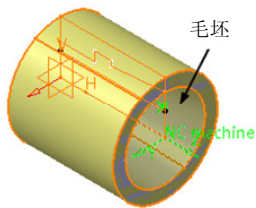

图 6-95 定义毛坯零件 (2)
5) 定义毛坯零件 (2)。单击 Stock 按钮, 系统自动隐藏“Part Operation”对话框, 在图形区创建毛坯实体作为毛坯零件, 如图 6-95 所示, 然后双击空白处返回“Part Operation”对话框。